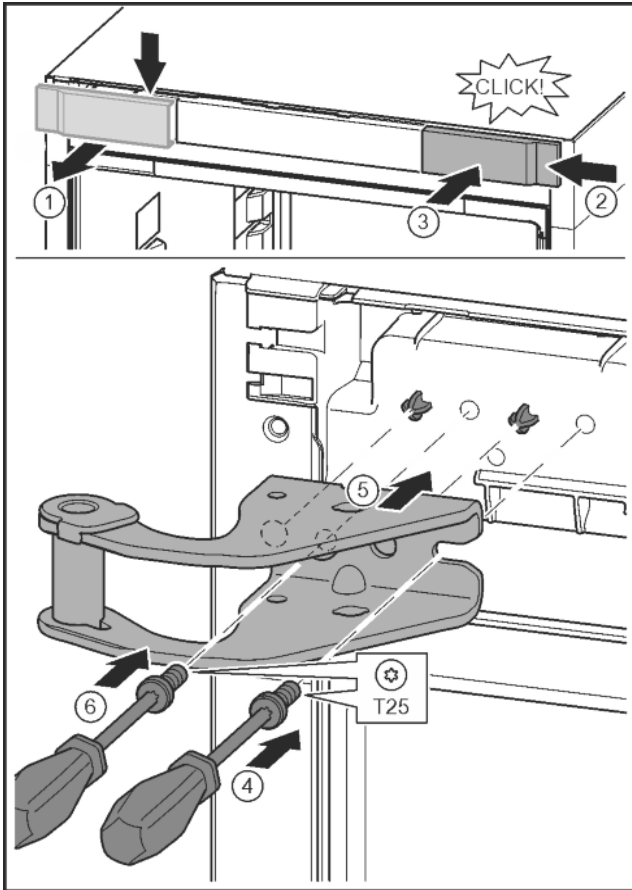

Fig. 11
- ▶ Staccare la copertura e rimuovere lateralmente. Fig. 11 (1)
- ▶ Agganciare la copertura ruotata di 180° sull'altro lato da destra. Fig. 11 (2)
- ▶ Inserire a scatto la copertura. Fig. 11 (3)
- ▶ Applicare la vite con il cacciavite T25. Fig. 11 (4)
- ▶ Applicare il blocco di supporto superiore. Fig. 11 (5)
- ▶ Serrare la vite. Fig. 11 (4)
- ▶ Applicare la vite con il cacciavite T25 e serrare. Fig. 11 (6)